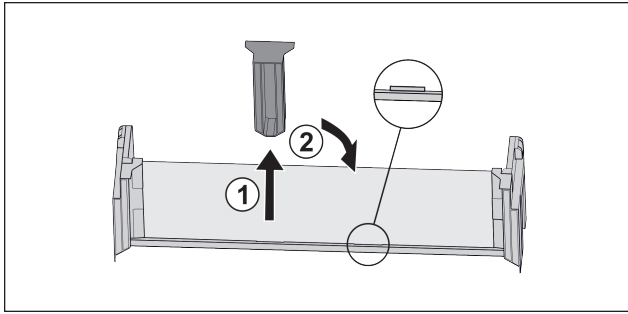

Fig. 30
- ▶ Retire la pieza de sujeción del medio Fig. 30 (1).
- ▶ Inserte la pieza de sujeción central en la segunda posición Fig. 30 (2).